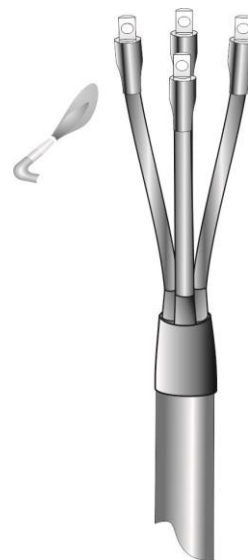

Рис.6
6.Надвинуть манжеты для герметизации наконечников на трубчатую часть наконечников и усадить, начиная от середины. После усадки по торцам манжет должен выступить клей (Рис.6).